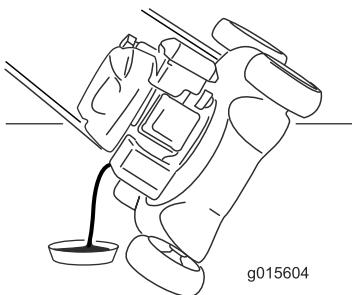

Figure 25
4. Basculez la machine sur le côté (filtre à air en haut) pour vidanger l'huile usagée par le tube de remplissage (Figure 25).
10. Relevez le niveau d'huile indiqué sur la jauge (Figure 25).